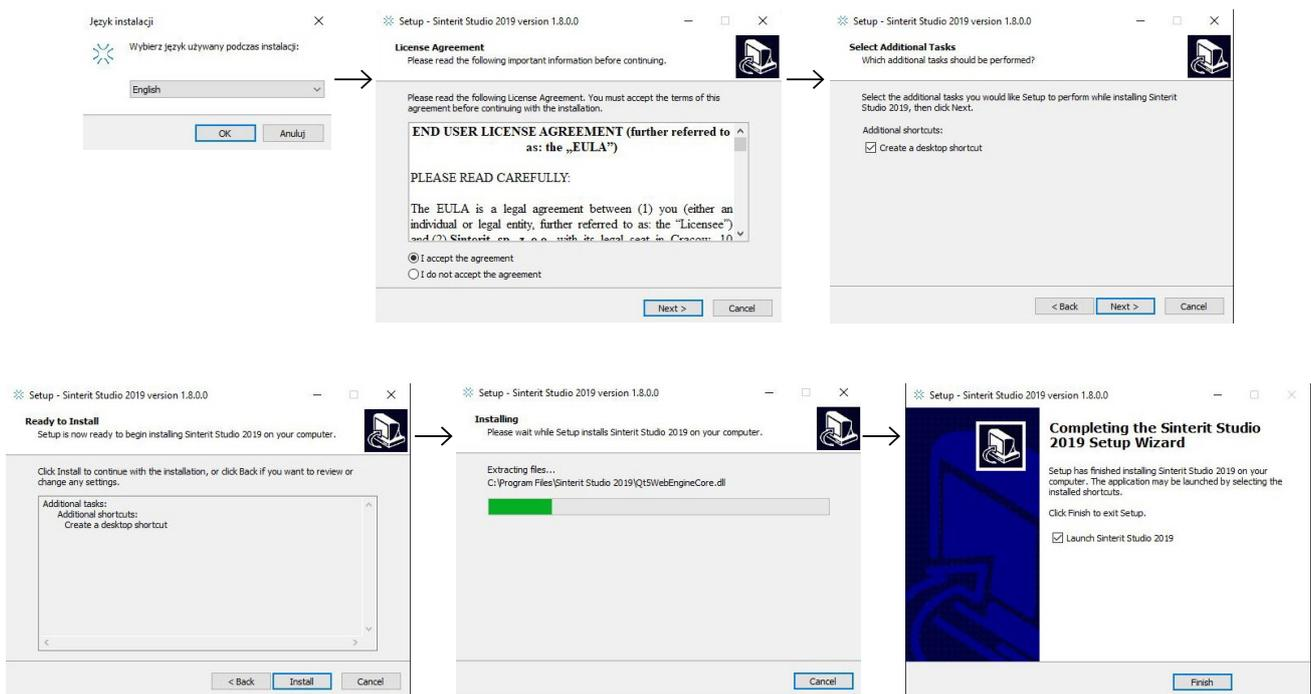

Abb. 1.1: Bildschirmanweisungen während der Installation.
4. Folgen Sie den Anweisungen auf Ihrem Bildschirm (Abbildung 1.1).